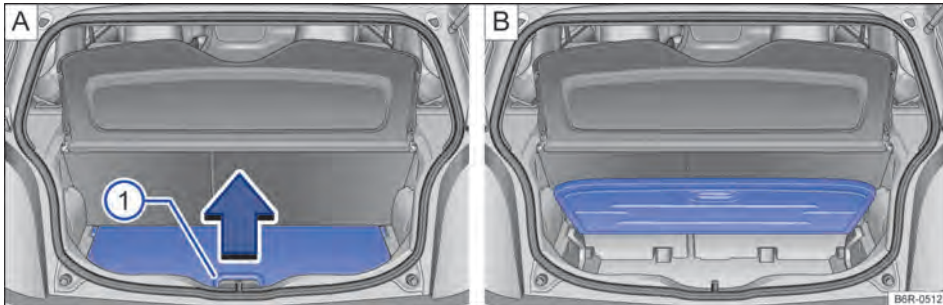

Fig. 95 A: assoalho variável do compartimento de bagagem rebatido para cima. B: assoalho variável do compartimento de bagagem aberto.
Para *abrir*, levantar pela alça → Fig. 95 ① no sentido da seta e rebater o assoalho do compartimento de bagagem completamente para cima → Fig. 95 B.